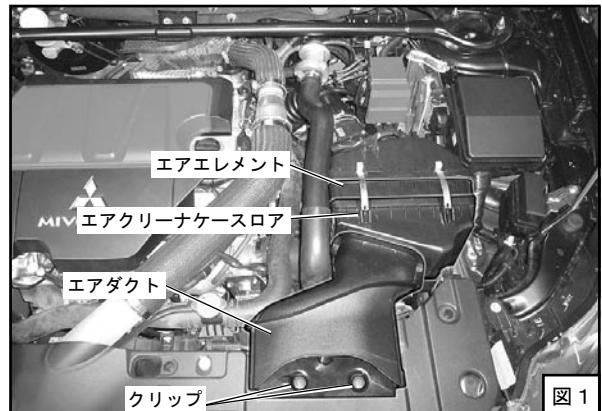

図1
- (1) バッテリのマイナス端子（-）からケーブルターミナルを取り外してください。
- (2) クリップ2ヶ、ボルト1本を外し、エアダクトとエアクリーナーケースロアを一体で取外してください。（図1）
- (3) エアエレメントを取り外してください。（図1）